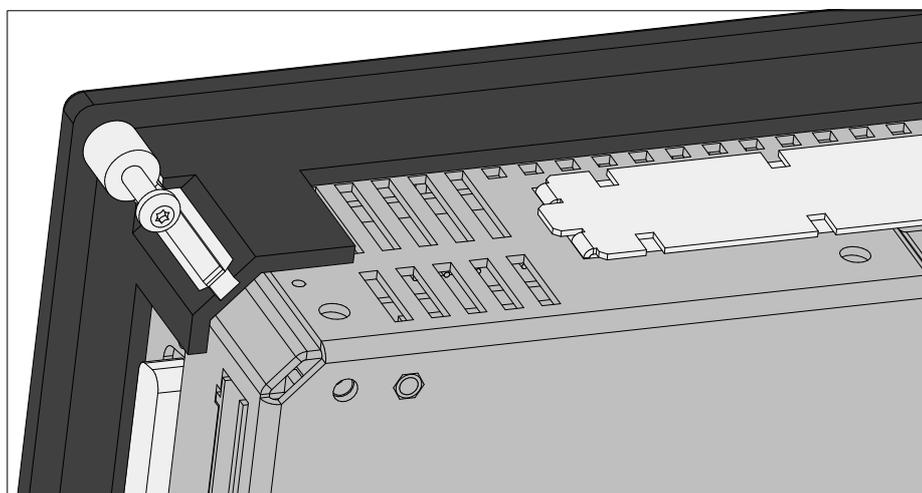

Figura 2-5 Supporto di fissaggio con vite
5.	Avvitare le 4 viti di fissaggio allegate al C7 nei 4 supporti di fissaggio (ved. figura 2-5 ①).